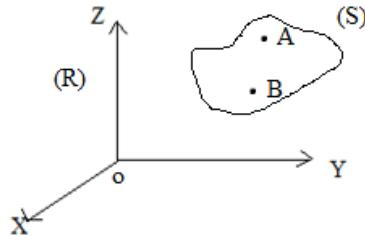

Figure IV.5
Soit un solide (S) en mouvement par rapport au repère fixe R(O, x, y, z), tel que A, B sont deux points quelconques du solide (S) voir Figure IV.5.